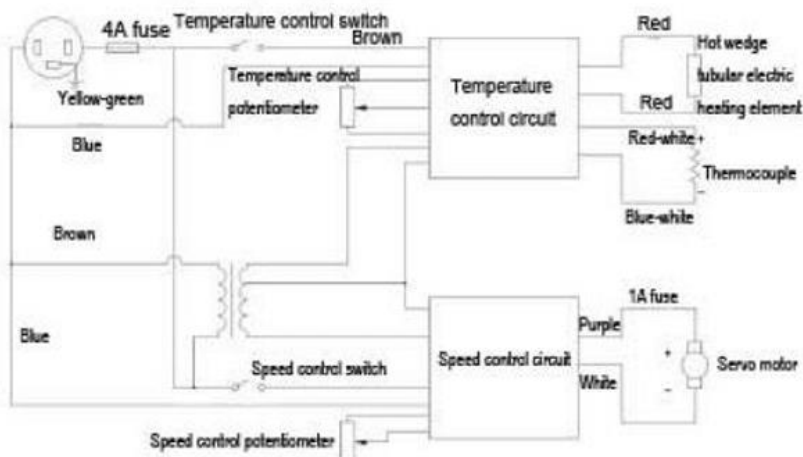

Рис. 9
7. Схема управления и схема блока управления (рис.9 и 10)